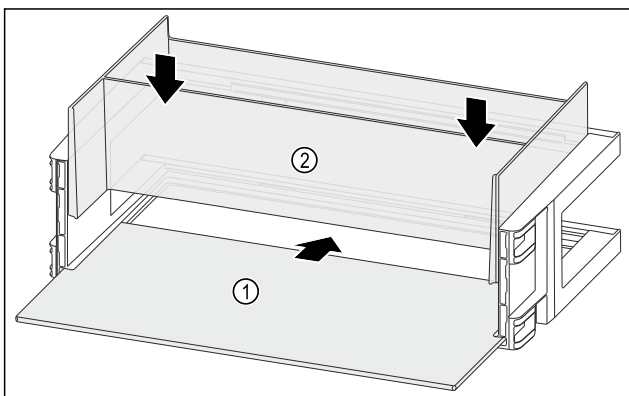

Fig. 114
- ▶ Ablagefläche Fig. 114 (1) in die seitlichen Einsparungen einschieben.
- ▶ Organizer Fig. 114 (2) einsetzen.